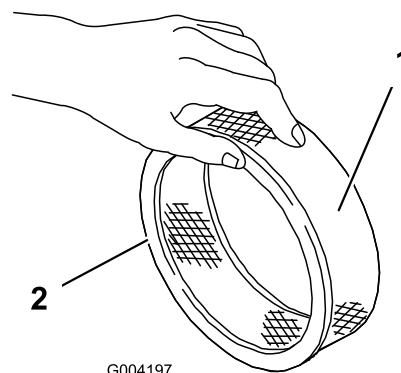

Bild 43
5. Untersuchen Sie den Papierfilter auf Risse, einen öligen Film und Schäden an der Gummidichtung (Bild 43).
1. Schieben Sie den Schaumvorfilter vorsichtig auf den Papierfilter (Bild 43).